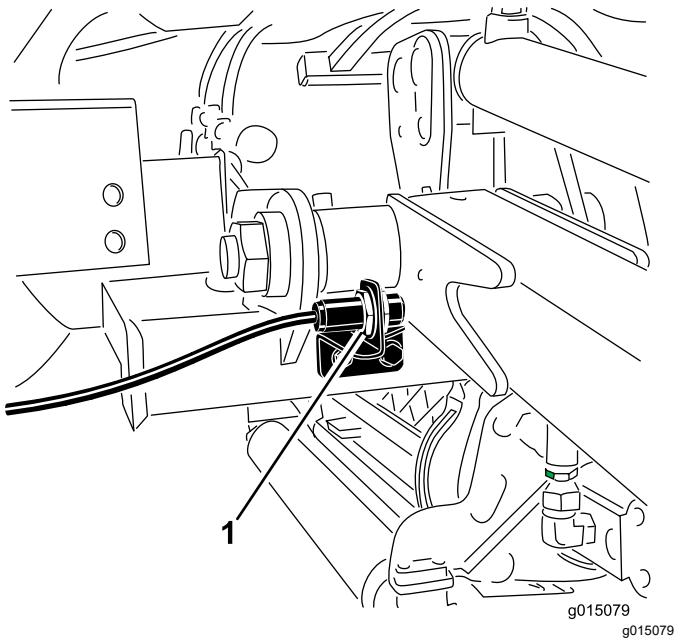

図 73
2. 昇降アームスイッチは、前右昇降アームの裏側にあります図 73。
3. スイッチの取り付けねじ(図 73)をゆるめ、スイッチの位置を上げると、昇降アームの旋回高さが高くなり、下げると、昇降アームの旋回高さが低くなる。